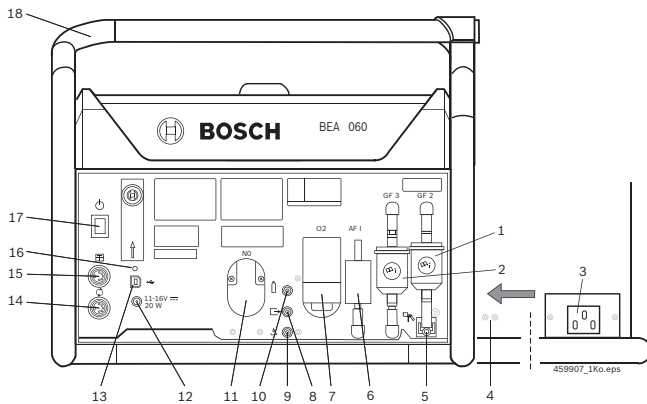

Abb. 1: BEA 060
i BEA 060 kann auch über die Fahrzeugbatterie mit der Anschlussleitung Zigarettenanzünderbuchse (Sonderzubehör) mit Spannung versorgt werden (Anschluss siehe Abb. 1, Pos. 12).
1. Netzanschlussleitung am BEA 060 einstecken und mit Kabelbinder zur Zugentlastung Netzanschlussleitung an den Bohrungen (Abb. 1, Pos. 4) befestigen.
- ➔ LED (Abb. 1, Pos. 16) blinkt abwechselnd Orange und Grün.
- ➔ LED (Abb. 1, Pos. 16) geht aus, BEA 060 ist ausgeschaltet.